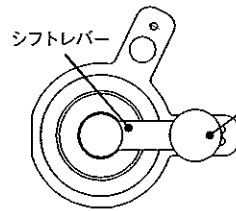

図 29
- 刃物の種類及びサイズに合わせて電気ドリルの回転数を切り換えてください。(図 29)